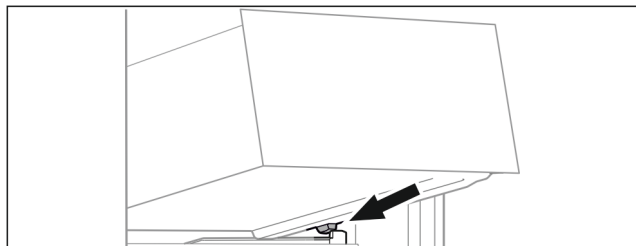

Fig. 119
- ▶ Nasadíte zásuvku šikmo za zářezky na žebrovaní na nádobu. (viz Fig. 119)